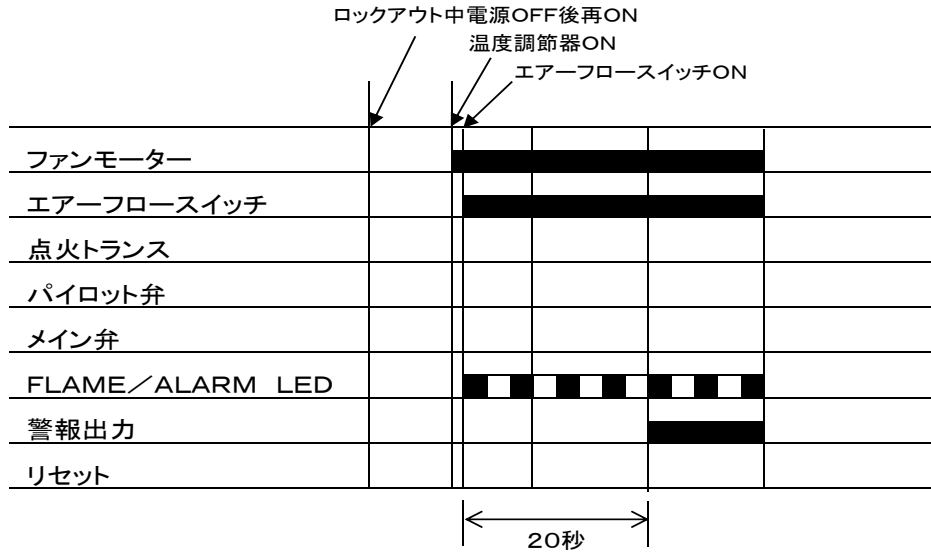

図18
5. ロックアウト中に電源が切れ復帰した場合の動作（図18参照）